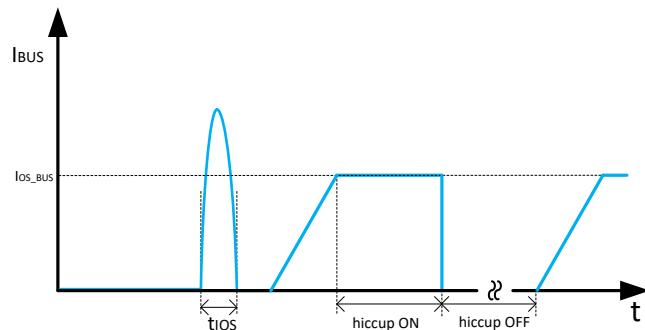

図 10-5. バス短絡に対する応答時間
- 1 つ目の状態は、デバイスに電源が供給されているか、またはイネーブルのときに、USB 出力に短絡、または過負荷が発生した場合です。突入電流が発生し、それにより約 8A のスレッショルドがトリガされると、高速ターンオフ回路が作動して、 t_{IOS_USB} 以内に USB パワー・スイッチがオフになります。電流制限御ループが応答できるようになります（図 10-5 を参照）。高速ターンオフがトリガされると、この間、USB パワー・スイッチの電流センス・アンプはオーバードライブされ、内蔵の N チャネル MOSFET を瞬時にディセーブルして USB ポートをオフにします。その後、電流センス・アンプは復帰し、出力電流をソフトスタートでランプアップします。それでも USB ポートがまだ過電流状態にある場合、短絡と過負荷は出力をグランドに対しゼロ電位に保持し、パワー・スイッチは出力電流を I_{OS_BUS} にランプします。過電流制限状態が 4.1ms 以上続くと、対応の USB チャネルは、オフ時間 524ms、オン時間 4.1ms のヒカッピング・モードに入ります。